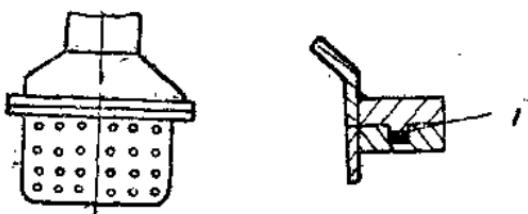

图 7
(3) 为了防止水龙头“子口”被刺破，可在法兰盘上进行如图 7 的改进，将上下法兰盘作一“子口”，中间垫上胶皮垫。
(4) 吊泵加装安全阀，防止冲坏吸水管。